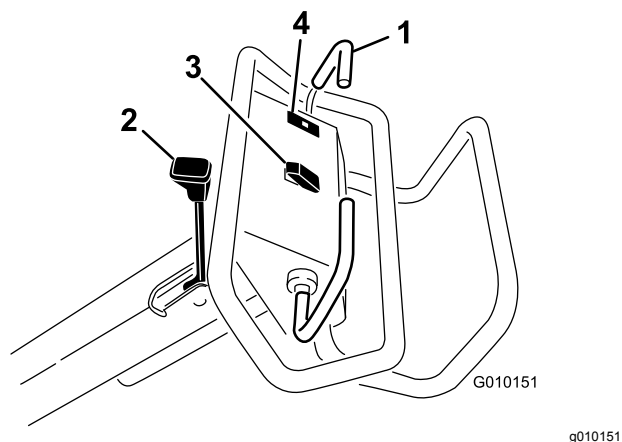

Figura 13
Para desplazarse hacia adelante, mueva la barra de tracción hacia adelante. Para desplazarse hacia atrás, mueva la barra de tracción hacia atrás (Figura 13).
- Para accionar el freno de estacionamiento, mueva la palanca del freno de estacionamiento hacia el manillar del operador (Figura 13).
El indicador de advertencia de la presión del aceite (Figura 13) se enciende si la presión de aceite del motor cae por debajo de un nivel seguro. Si se produce una baja presión del aceite, apague el motor e investigue la causa. Repare la avería antes de arrancar el motor de nuevo.
Elevar – pulse la parte superior del interruptor (Figura 13) para elevar y desengranar el cabezal de perforación. El motor debe estar en marcha para generar presión de elevación. Si el cabezal de perforación está más bajo que la altura de transporte, consulte Reinicio del circuito de control del sistema (página 27).
Bajar/Engranar – pulse la parte inferior del interruptor (Figura 13) para bajar y engranar el cabezal de perforación. Para poder accionar el interruptor, la barra de tracción debe estar desplazada hacia adelante.